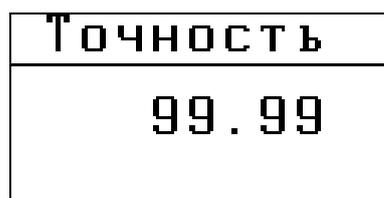

*Рис.3-3 Задание единиц измерения шкалы*
**Шаг 3.** В следующем окне (описанным в шаге 2 способом) задайте единицы измерения - 3 символа. Доступны строчные латинские буквы, часть спецсимволов и цифры (рис.3-3).